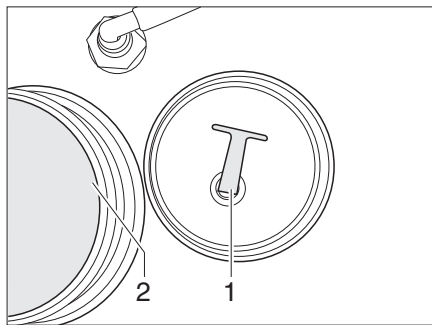

Bild 352 Verschluss-Stopfen
- Den Verschluss-Stopfen (Bild 352,1) aus der Ablassöffnung (Bild 352,2) heraus-schrauben.